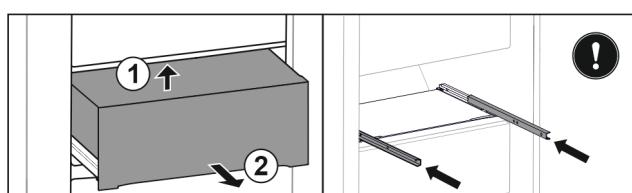

Fig. 52
- ▶ Nadvhynite zásuvku zospodu dozadu. Fig. 52 (1)
- ▶ Odoberte zásuvku dopredu. Fig. 52 (2)